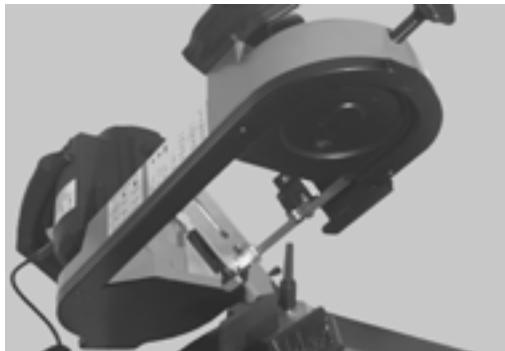

Abb. 47
2. Den Sägebügel aufrech stellen (Abb. 47).
Elemente auf Abb. 47 - 50